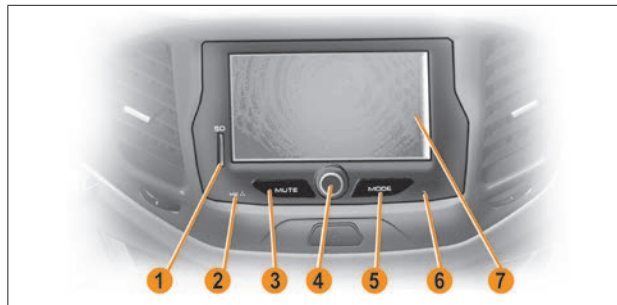

Рис. 7. Внешний вид MMC с навигационной системой
2.1.1 Включение MMC с навигационной системой осуществляется кратковременным нажатием (1-2 сек.) на ручку энкодера **4** (рис. 7).
2.1.3 Для выключения MMC с навигационной системой одновременно нажмите ручку энкодера **4** (рис. 7) и удерживайте ее в нажатом положении до выключения дисплея.
2–3 сек. кнопку Reset **6** (рис. 7). После перезагрузки MMC с навигационной системой переходит в режим «Радио» с прослушиванием первой сохраненной радиостанции.
Для выключения звука нажмите кнопку **MUTE** (кнопка **3**, рис. 7). Для включения звука нажмите кнопку повторно.
Кнопка **MODE** (кнопка **5**, рис. 7) служит для переключения режимов работы MMC без навигационной системы, при этом будут отображаться только активные режимы. Например, если вставлена SD-карта и на ней есть только видеозаписи, то, используя кнопку **MODE**, можно попасть в окно «**Видео**», но нельзя попасть в окно «**Аудио**» и «**Фотографии**».
Регулировка громкости осуществляется вращением ручки энкодера **4** (рис. 7) вправо или влево.